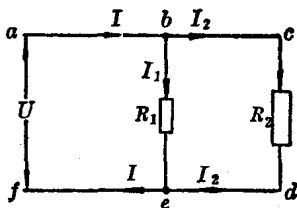

图 1-4 电路图
〔例〕 有一电路(见图1-4), $R_1=11$ 欧, $R_2=22$ 欧, $U=220$ 伏, 求各部分的电流。
(2) 克希荷夫第二定律 它是说明电路各部分电压间的相互关系。电路回路中各段电压的代数和等于零。也就是说, 在任何一个闭合的回路中, 总的电源电压, 必等于各个电压降的和。如图1-4中, 在 R_1 的电压降 $U_1 = I_1 R_1 = 20 \times 11 = 220$ 伏, 在 $abef$ 闭合电路上, R_1 的电压降 (220 伏) 正好等于这一闭合回路上电源电压 (220 伏)。同样, 在 acd 闭合回路上, 电源电压 220 伏也正好等于 R_2 的电压降 ($I_2 R_2 = 10 \times 22 = 220$ 伏)。